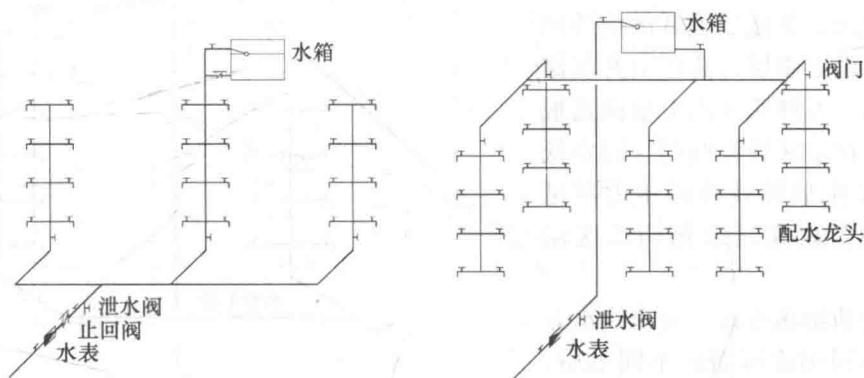

图 1-2 设水箱的给水方式
(2) 设水箱的给水方式 宜在室外给水管网供水压力周期性不足时采用,如图 1-2 所示。